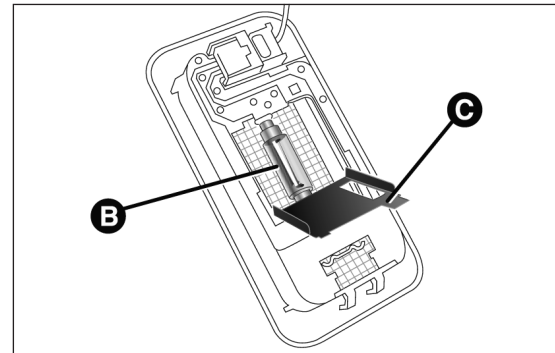

fig. 43
- ouvrir le volet C fig. 43 et remplacer l'ampoule B en la séparant des contacts latéraux ;